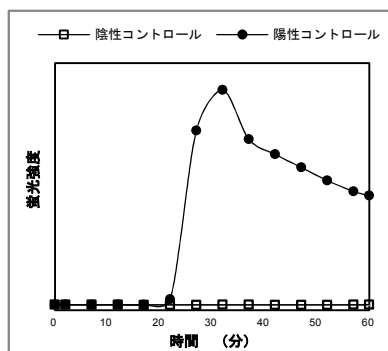

図 1. コントロールの増幅曲線パターン
測定後の増幅曲線（図 1、2）より判定してください。
- 陽性コントロールにおいて 60 分以内に蛍光強度の上昇を確認し、陰性コントロールにおいて 60 分まで蛍光強度が上昇していないことを確認してください（図 1）。それ以外の場合には増幅反応が適切に進行していないことが考えられるため再検査を実施してください。